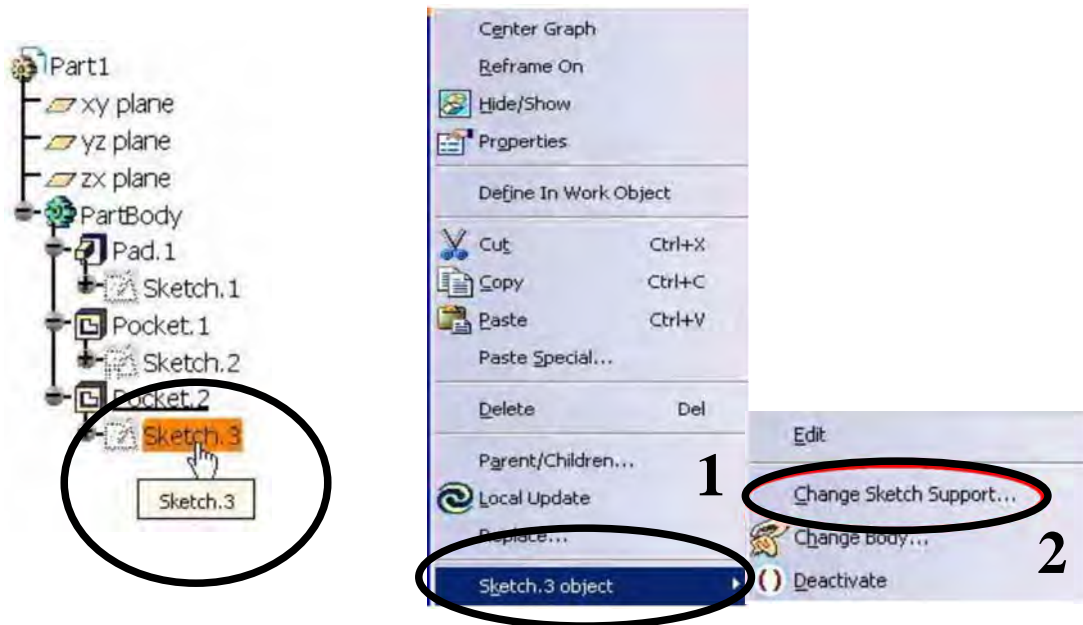

Figura 2.46: CAMBIO DE PLANO
Creado un Sketch éste puede ser modificado, incluso posicionar un Sketch de tipo Sliding o aislado (sin historia). Para ello basta con dar clic con el botón derecho del ratón en el Sketch (1) y seleccionar la opción Change Sketch Support (2) del menú contextual que aparece (ver figura 2.46).